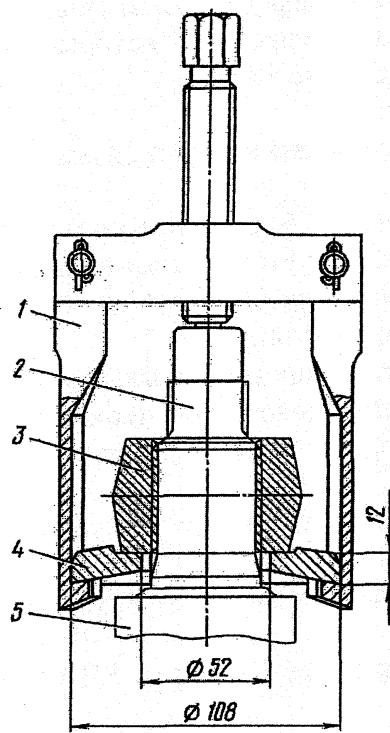

Рис. 54. Спрессовка сошки рулевого механизма:
4. Расшиплинтовать и отвернуть гайку крепления сошки 3 (рис.54) на валу 2 и спрессовать сошку 3 с вала 2 с помощью съемника, не отсоединяя при этом от сошки продольную рулевую тягу 19 (см. рис.52).